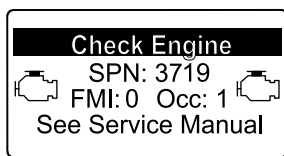

Figura 44
- Aviso do motor SPN 3719, FMI: 0 (Figura 44)